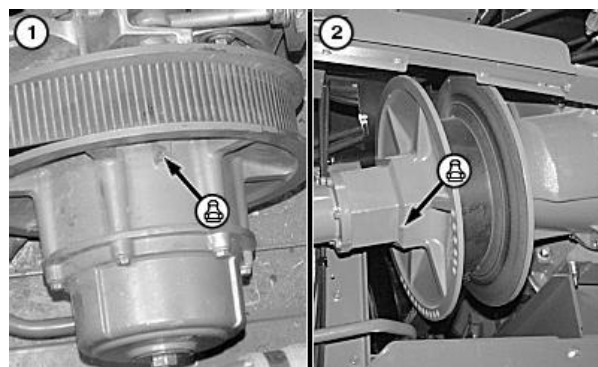

Рис.4.37 – Змащування ведених та приводних шківів
1. Змащення ведених та приводних шківів з регулюючою швидкістю сепаратора (рис.4.37). Ведені шківи з регульованою швидкістю сепаратора – повернути шківи для отримання доступу до масльонок.
Привідний шків (рис.4.37) з регульованою швидкістю сепаратора – замкнути шків перед введенням мастила в масльонку на маточині зовнішнього шків. Повернути шків для отримання доступу до масльонки. При постійній роботі на високій швидкості проганяти барабан на різних швидкостях для розподілу мастила.